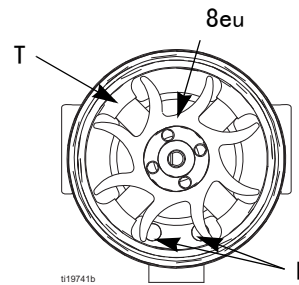

图 28. 风扇方向
7. 将线圈组件 (8a) 固定在工作台上，使风扇端朝上。使用宽边螺丝刀撬开转轴 (S) 上的风扇 (8e)。
10. 将新的底部轴承 (8b1) 安装在转轴 (S) 的较长端。轴承的较平侧面必须背向磁铁 (M)。装入线圈 (8a)，使轴承叶片与线圈表面齐平。
12. 将线圈组件 (8a) 固定在工作台上，使风扇端朝上。将风扇 (8e) 按压在转轴 (S) 的较长端上。风扇叶片方向必须与图 28 所示保持一致。
13. 小心将线圈组件 (8a) 按压至外壳 (8d) 前部，同时将线圈的针脚与外壳槽位对齐。3 线连接器 (PC) 必须位于外壳止动舌上较宽凹槽 (W) 的下方。
14. 旋转风扇 (8e)，使扇叶清洁外壳背部的四个轴承止动舌 (T)。确保底部轴承 (8b1) 的叶片与止动舌对准。